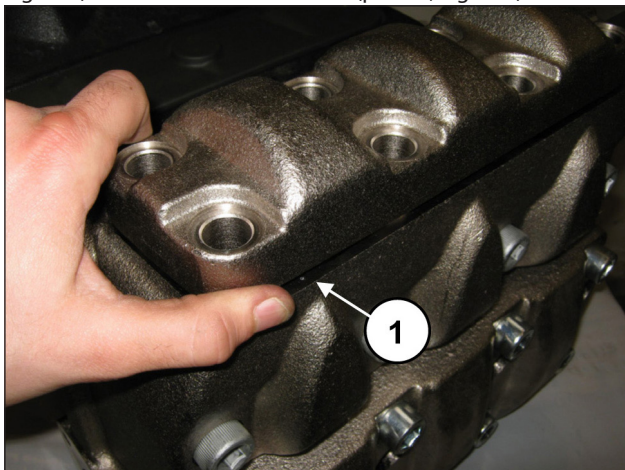
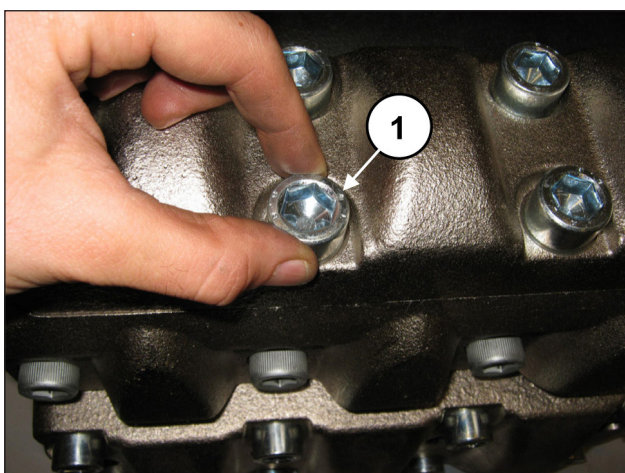

Fig. 159
Fig. 160
Dopo aver terminato il montaggio dei gruppi valvola di mandata applicare il coperchio valvole mandata (pos. ①, Fig. 159) e avvitare le 8 viti M16x45 (pos. ①, Fig. 160).